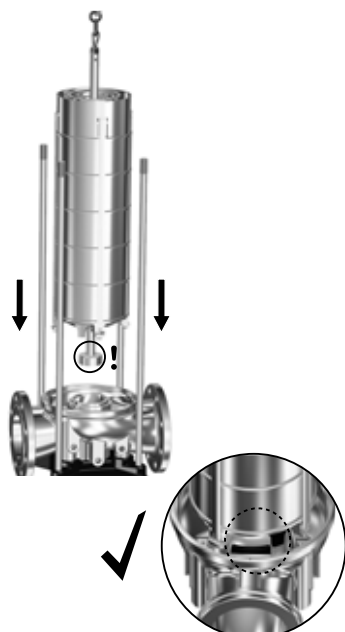

Рис. 3 Совмещение всасывающего узла (44) с отверстием в основании насоса (6)
1. Смажьте и установите новое кольцевое уплотнение (37) в основание насоса (6). См. раздел 7.2 *Смазочные материалы*.
2. Аккуратно поднимите комплект камер при помощи подъемного оборудования и опустите в основание насоса. Примечание. Точно совместите всасывающий узел насоса (44) с отверстием в основании насоса (6). См. рис. 3.